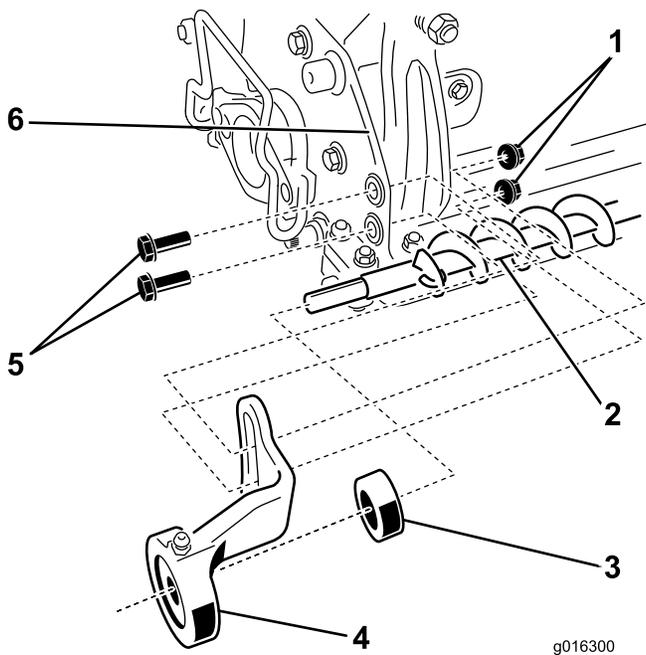

Рисунок 7
- B. На свободный конец вала щетки наденьте другое запорное кольцо до упора в буртик, а затем левую опору щетки; см. Рисунок 7.
С. Прикрепите левую опору щетки к внутренней стороне боковой плиты режущего блока двумя шестигранными болтами и двумя фланцевыми гайками (Рисунок 7).